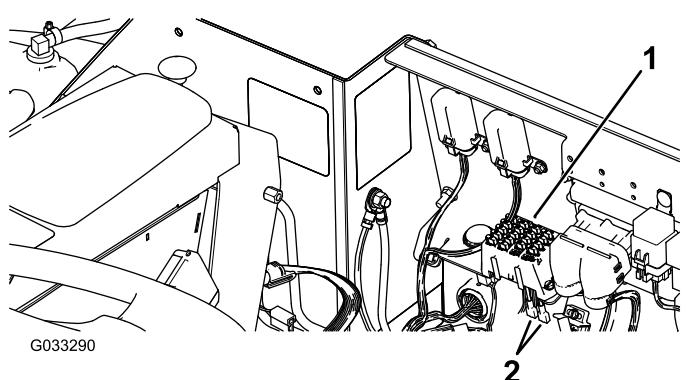

Figura 73
**Importante:** Si se instala un accesorio auxiliar en la máquina, los únicos puntos de conexión eléctrica autorizados son el bloque de fusibles de la unidad de tracción (Figura 73) y el bloque de fusibles de la cabina (Figura 75). Está disponible un máximo de 10 A en cualquiera de estos puntos. Póngase en contacto con su distribuidor autorizado Toro para obtener asistencia.